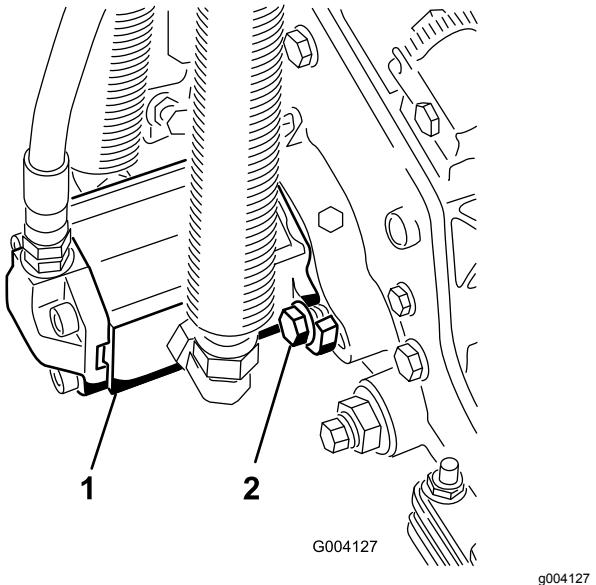

**Bild 19**
14. Befestigen Sie die Hubarmkette mit dem Einraststift an der Kettenhalterung (Bild 19).